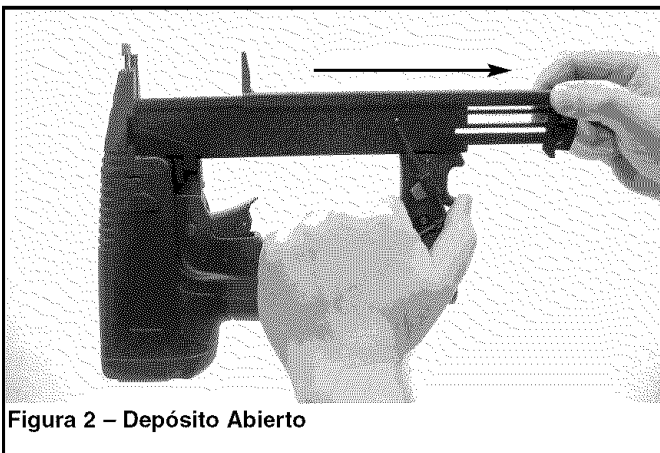

Figura 2 – Depósito Abierto
- Coloque la herramienta boca abajo, presione el pestillo y deslice la tapa del depósito para abrirla (véase la Figura 2).